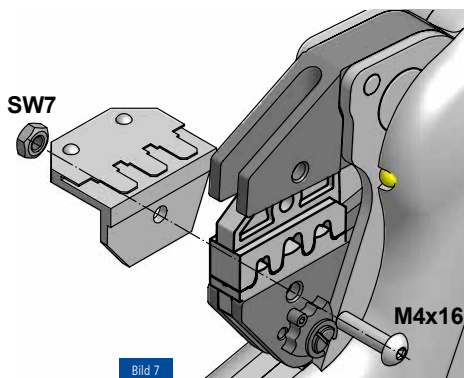

Bild 7
8.1.2.1 Beispiel für unisolierte, offene Steckverbinder, D-Sub-Stecker usw. (Bild 7)
5. Kontaktaufnahme, wie im Bild 7 dargestellt, auf Schraube M4x16 aufschieben und mit Mutter (SW 7) festziehen.